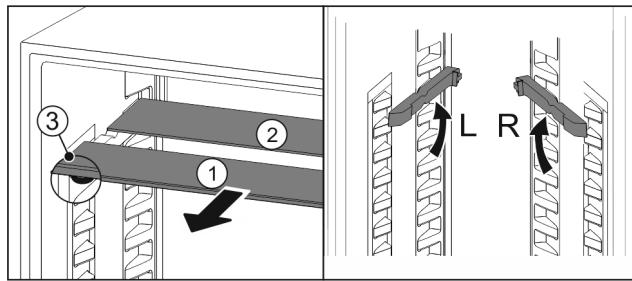

Fig. 67
- ▶ Издърпайте Fig. 67 (1) поотделно стъклените площи напред.
- ▶ Стъклена плоча Fig. 67 (1) с декоративната лайстна е отпред.
- ▶ Ограничителите Fig. 67 (3) сочат надолу.